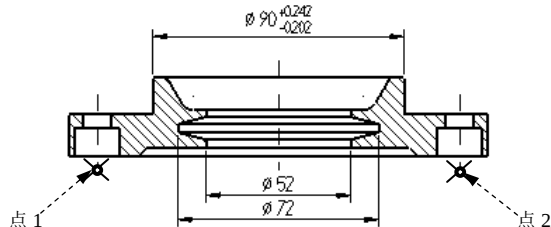

图 4.5.13 定义标注对象
① 定义标注对象。在绘图区选取图 4.5.13 所示的点 1 和点 2 为标注的对象。